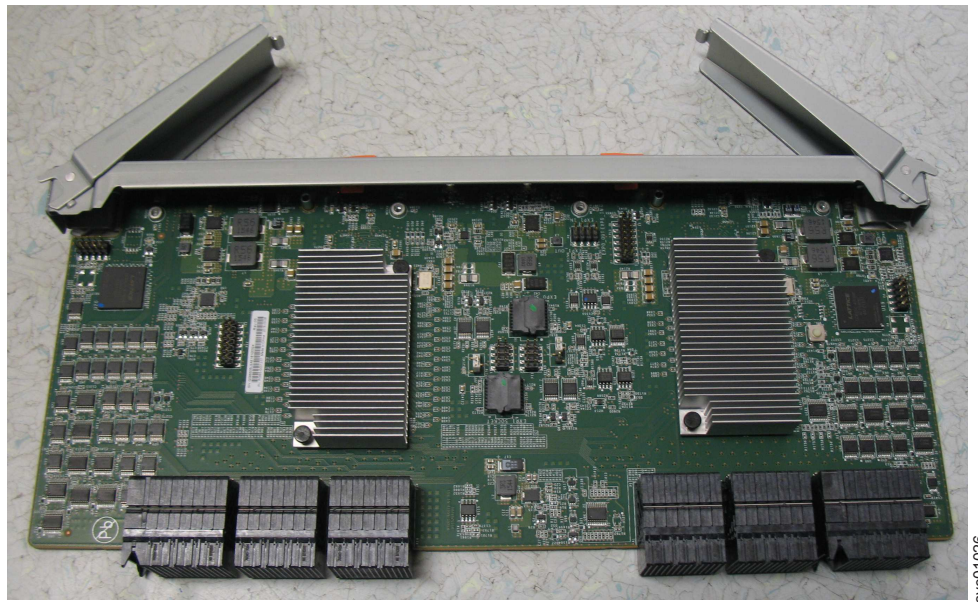

図 70. 2 次拡張機構モジュールのハンドルを開く
3. 図 70 に示すように、新しい 2 次拡張機構モジュールの両方のハンドルを開いた位置まで回転させます。